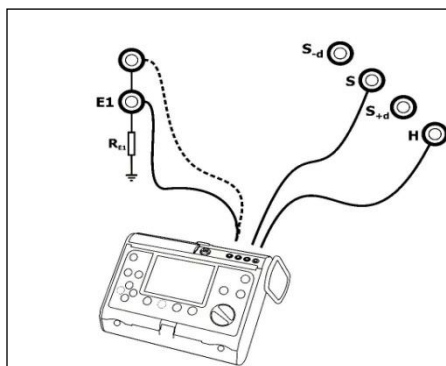

Рис.8 Подключение измерителя.
- подключить измеритель сопротивления заземлений (MRU-XXX) к гнездам согласно Рис.8;